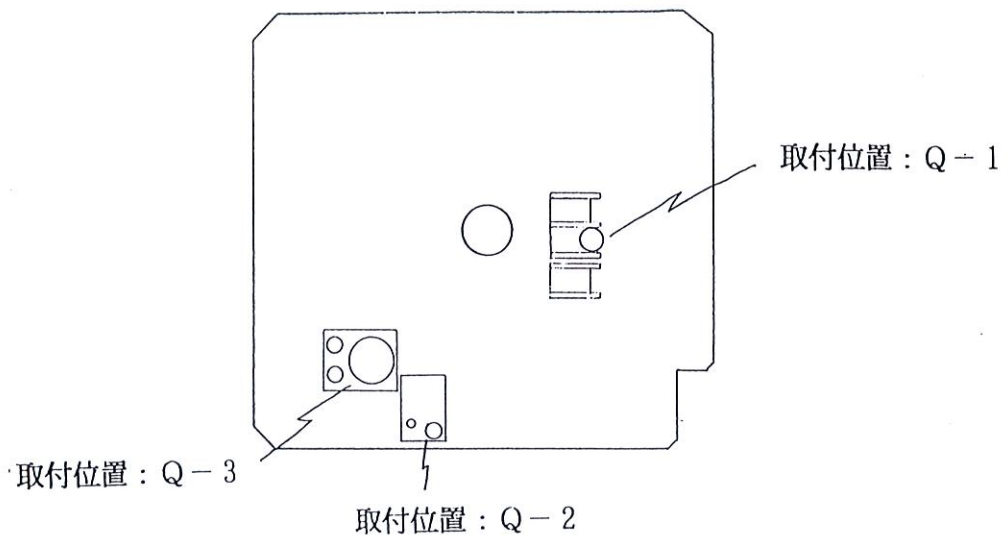

Fig. 3
1. 錠剤の種類に応じ、Fig. 3 に示す位置に振動ピン、振分けローラ、幅ローラを取り付け、または取り外します。